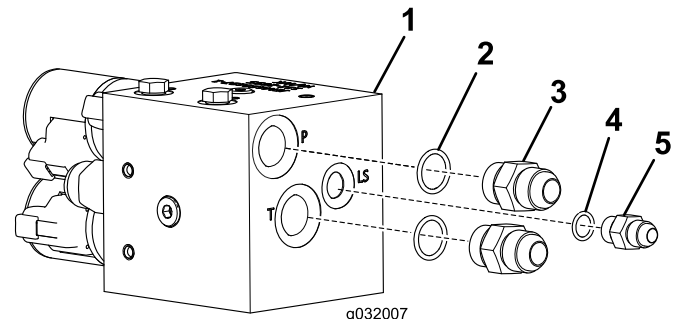

図 1
3. 図1に示すように、ソレノイドバルブに小さいストレートフィッティング1個と大きいストレートフィッティング 2個を取り付ける。